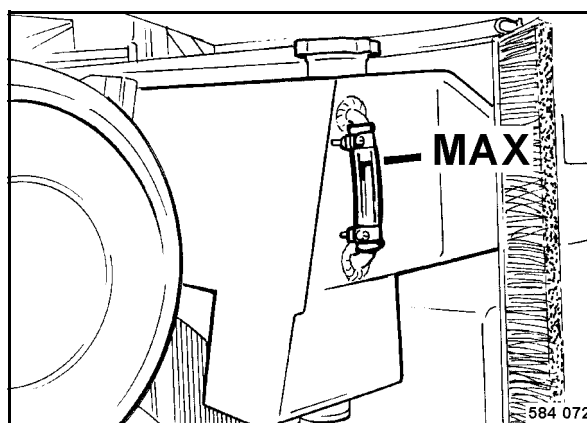

Fig. 95
- Comprobar el nivel del líquido refrigerante (Fig. 95).